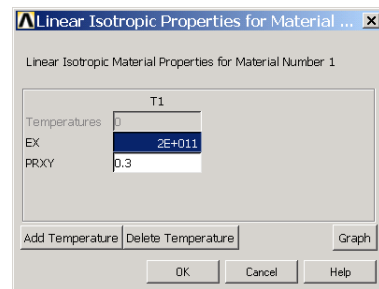

图4.15 设置弹性模量和泊松比
(2) 双击【Isotropic】将弹出如图 4.15 所示的【Linear Isotropic Material Properties for Material...】对话框。在【EX】文本框中输入弹性模量“ $2E11$ ”，在【PRXY】文本框中输入泊松比“0.3”。